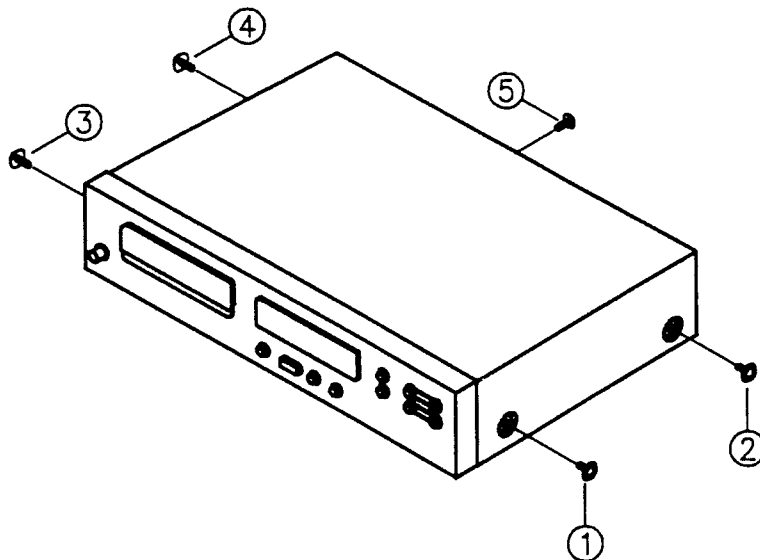

Fig. 1.
- SPECIAL JIG (SEE FIG. 1) OSCILLOSCOPE (BANDWIDTH GREATER THAN 40 MHz)